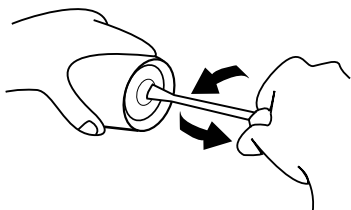

Figure 3
1. Dévissez le porte-filtre à l'aide d'un tournevis ou d'une pièce de monnaie. Retirez le porte-filtre. (Voir Figure 3)